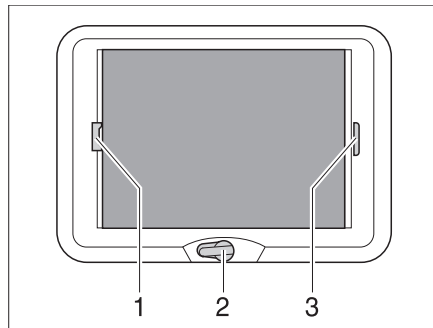

Bild 85 Kurbelhub-Dachhaube
- Die Handkurbel (Bild 85,2) drehen, bis Widerstand spürbar ist (max. Öffnungswinkel 70°).
- Die Faltverdunklung am Griff (Bild 85,3) ziehen und an der gewünschten Position loslassen. Die Faltverdunklung bleibt in dieser Position stehen.
- Den Insektenschutz am Griff (Bild 85,1) zum gegenüberliegenden Griff der Faltverdunklung (Bild 85,3) ziehen und einrasten lassen.
- Den Griff des Insektenschutzes (Bild 85,1) hinten nach oben drücken und den Insektenschutz an der Faltverdunklung (Bild 85,3) aushängen.